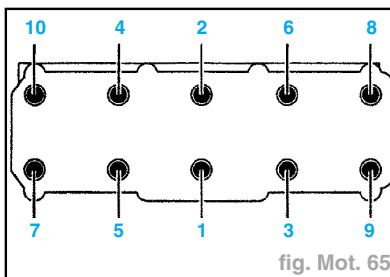

fig. Mot. 65
- Serrer tous les boulons de culasse dans l'ordre indiqué, en procédant comme suit (fig. Mot. 65).